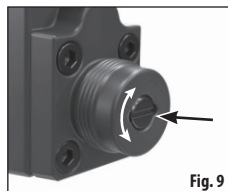

Fig. 9
5. Au moyen d'un petit tournevis à tête plate, tournez la vis en sens horaire pour diminuer la pression de régulation ou en sens antihoraire pour augmenter la pression de régulation (Fig. 9).